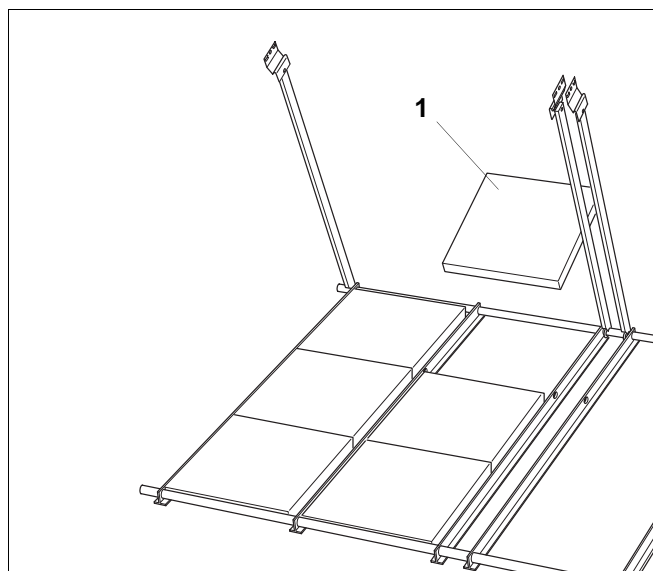

Abb. 13 Stabilisieren der Flachdächer mit Betonplatten
- Handelsübliche Betonplatten (Abb. 13, Pos. 1) entsprechend der nachstehenden Tabelle auf die Schenkel der Aufnahmeträger legen (Abb. 13).